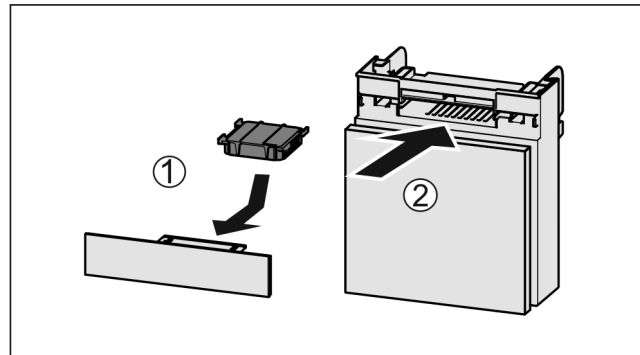

Fig. 173
- ▶ Introduzca el compartimiento Fig. 173 (2).